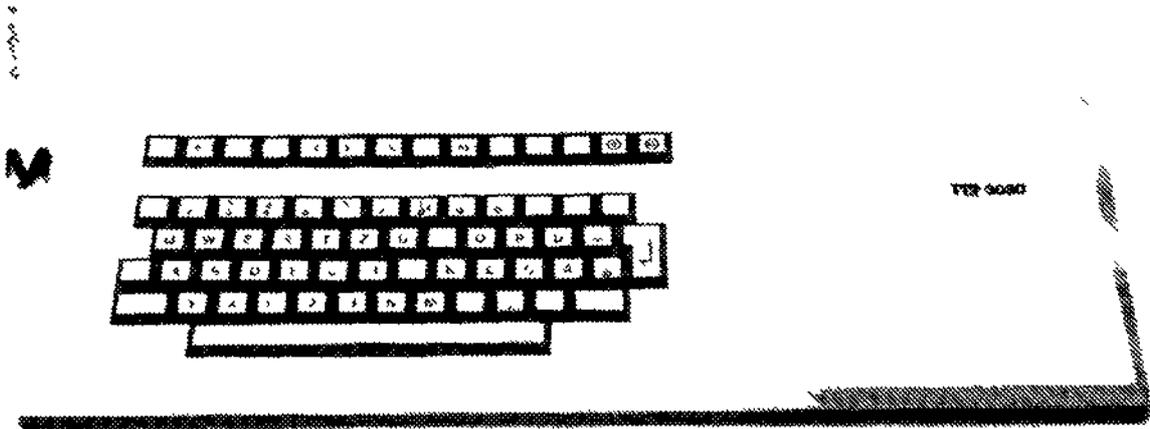

Abbildung 4 Grund-Tastatur
- Das KEYBOARD ist im Anlieferungszustand mit dem »Schreibmaschinen-Teil« bestückt. Im Bereich der Cursor- und Zehner-Tasten (Lieferumfang der Zusatzastatur) sind Blenden eingesetzt. (siehe Abbildung 4)